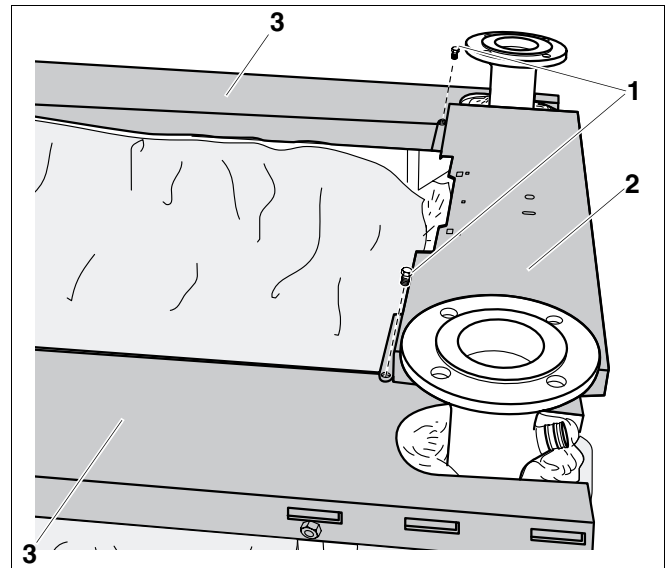

Рис. 56 Установка передней крышки котла
- Уложить переднюю крышку (рис. 56, поз. 2, обшивка, упаковка А) и прикрепить двумя винтами с плоской головкой 3,9 x 9,5 (рис. 56, поз. 1) к боковым крышкам котла (рис. 56, поз. 3).